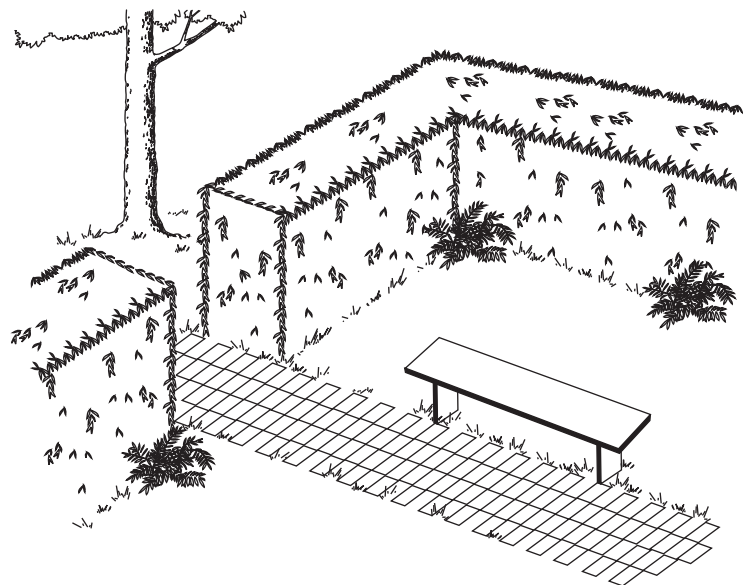

Fig. 5
- Si lo desea, puede usar una cuerda para que ayude en el corte nivelado. Decida cómo quiere hacer el corte. Luego, estire un pedazo de cuerda a lo largo del cerco a esa altura. Haga el corte justo por encima del nivel de la cuerda. Corte el borde de manera que sea ligeramente más angosto en la parte superior. Así expone más parte del cerco cuando le da esa forma y es más uniforme (Fig. 5).